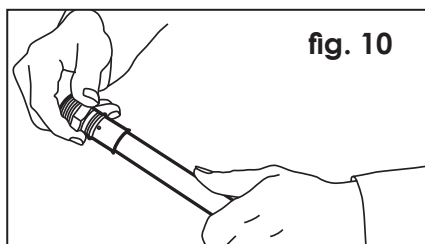

fig. 10
b) Pousser le raccord dans le tube aussi loin que possible (fig. 10); l'installation est correcte lorsque le tube apparaît dans les fenêtres de contrôle de la douille.